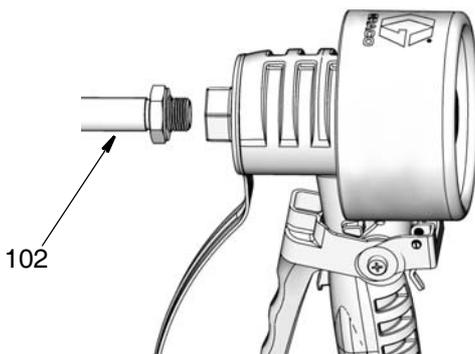

ABB. 5
- b. Die Verlängerung (102) wie in ABB. 5 dargestellt bis zum Anschlag in das Gehäuse des Dosiergeräts drehen.